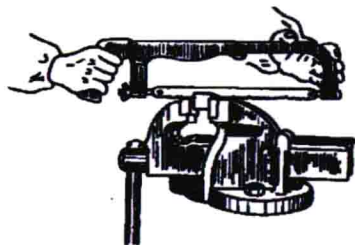

图1-15 锯弓的握法
3) 锯割。锯割时,人体重量均布在两腿上,手握锯弓要舒展自然,右手握住手柄向前施加压力,左手轻扶在弓架前端,稍加压力协助右手扶正锯弓,如图1-15所示。锯割时速度不宜过快,以每分钟30~60次为宜,并应用锯条全长的 $\frac{2}{3}$ 工作,以免锯条中间部分迅速磨钝。推锯时锯弓运动方式有两种:一种是直线运动,适用于锯缝底面要求平直的槽和薄壁工件的锯割;另一种是锯弓上下摆动,这样操作自然,两手不易疲劳。锯割到材料快断时,用力要轻,以防碰伤手臂或拆断锯条。